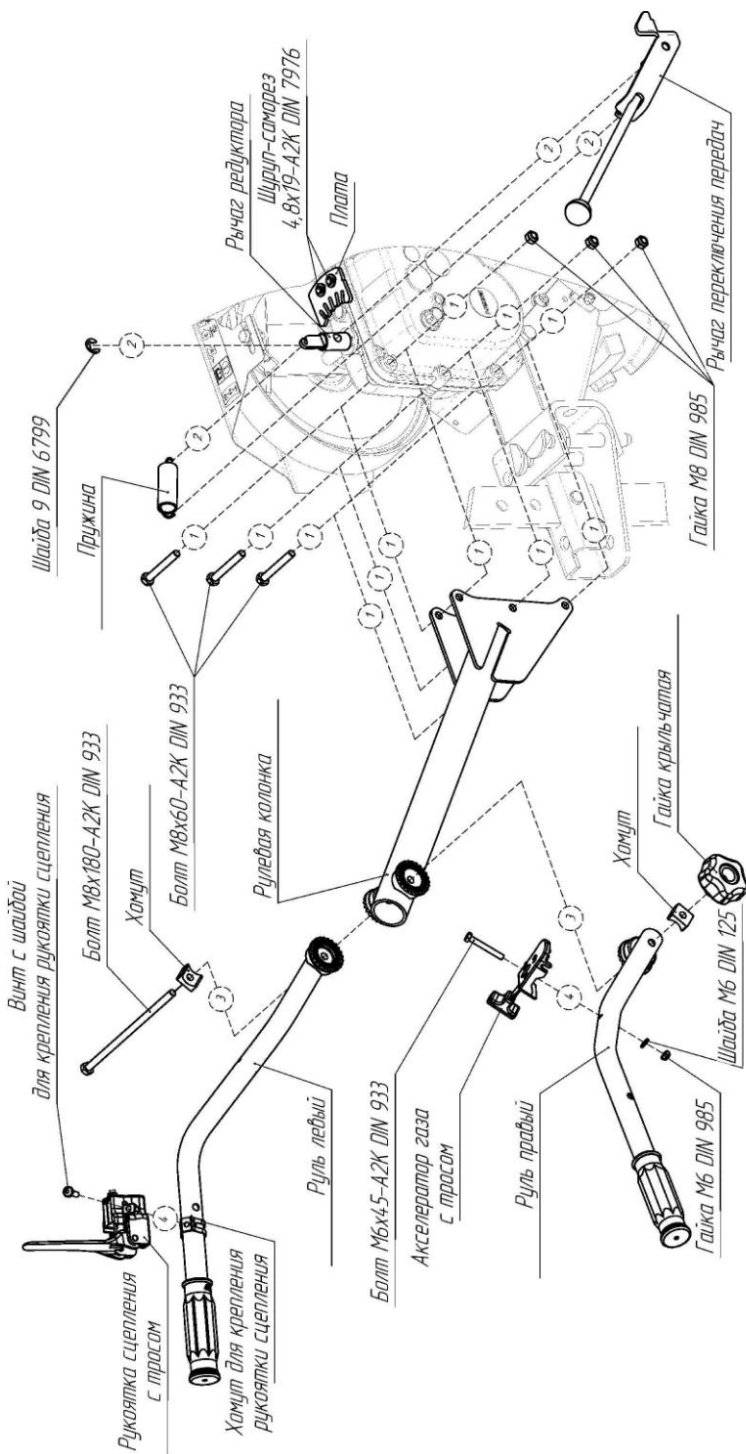

Рис.8. Схема установки на мотоцикл деталей, доработанных для облегчения упаковки и транспортировки.
3. После установки руля на раму мотоблока следует закрепить акселератор газа с тросом в отверстии на правой половине руля с помощью винта М6, пружинной шайбы и гайки М6, проверить работу механизма возвратно-поступательными движениями рычага (рис. 8).
Установить Рычаг переключения передач в отверстие на Рычаге редуктора и зафиксировать его Шайбой. (Рис.8, 8.1.)
Завести Пружину в зацепление сначала с Рычагом редуктора, затем с Рычагом переключения передач. (Рис.8, 8.1.)